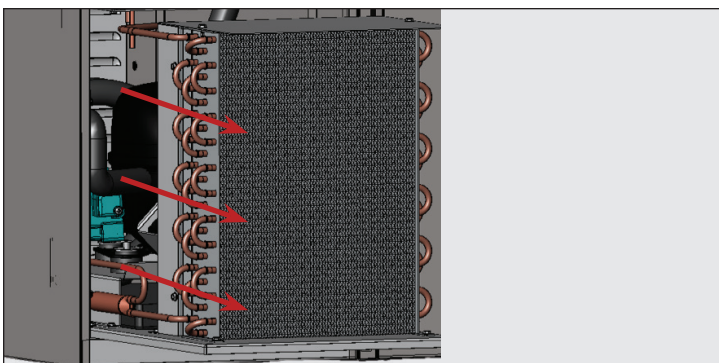

Fig. 7. Deslice con cuidado la unidad de condensación hacia afuera.
8. Deslice con cuidado la unidad de condensación hacia fuera (las conexiones de los tubos son flexibles). Véase la fig. 7. Inyecte con delicadeza aire comprimido o CO₂ a través del serpentín hasta que esté limpio.